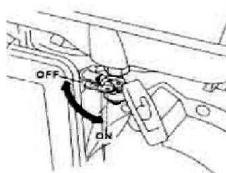

Рис. 4
1. Переведите топливный кран в положение «Открыто» (Рис. 4).